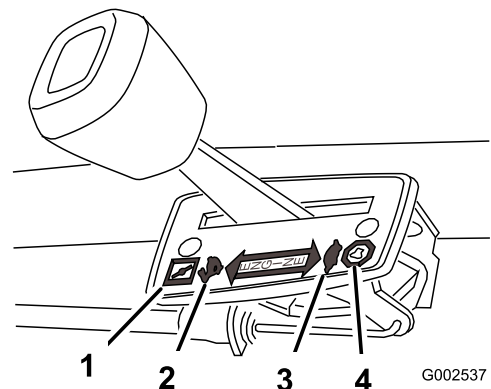

Bild 6
Die Gasbedienungseinstellungen werden in (Bild 6) dargestellt.
3. Stellen Sie den Gasbedienungshebel auf Choke (Bild 6).